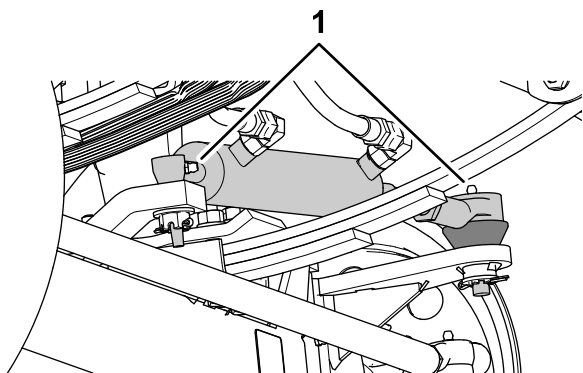
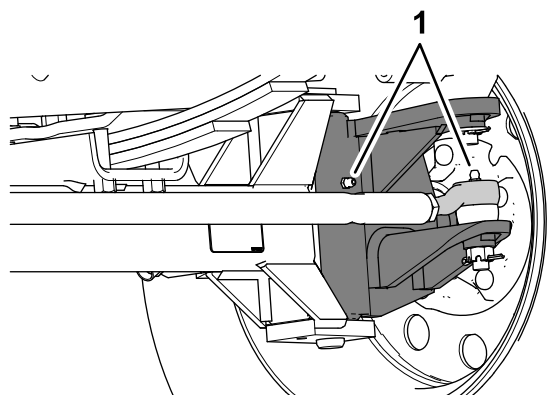

Figure 71
Figure 72
1. Essuyez les graisseurs (Figure 71 et Figure 72).
- Injectez de la graisse dans les graisseurs (Figure 71 et Figure 72).
**Remarque:** Les emplacements des graisseurs sont illustrés à la Figure 71.